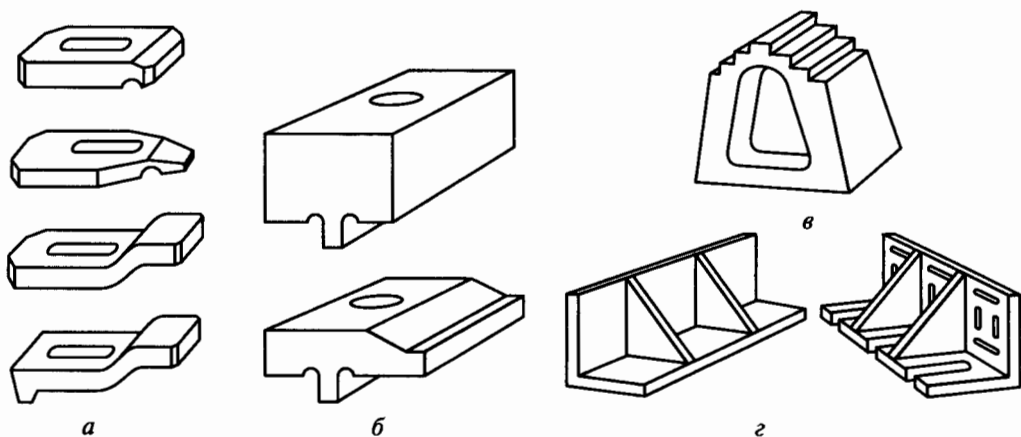

Рис. 5.12. Приспособления для установки и закрепления заготовок
25. Назовите приспособления, изображенные на рис. 5.12, и укажите их назначение: